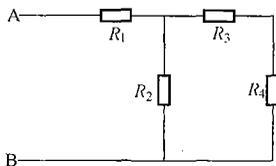

图 D-1
**La5D1001** 如图 D-1 所示, 求 A、B 两点间等效电阻  $R_{AB}$ 。其中  $R_1=10\Omega$ ,  $R_2=30\Omega$ ,  $R_3=10\Omega$ ,  $R_4=20\Omega$ 。